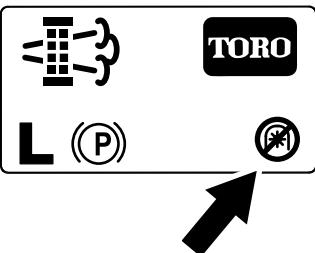

Рисунок 50
**Примечание:** На главном экране отобразится значок «ВОМ выключен» (Рисунок 50).
**Примечание:** На главном экране отобразится значок «ВОМ выключен»; см. Рисунок 50 в разделе Сообщения о стационарной регенерации \(страница 53\).